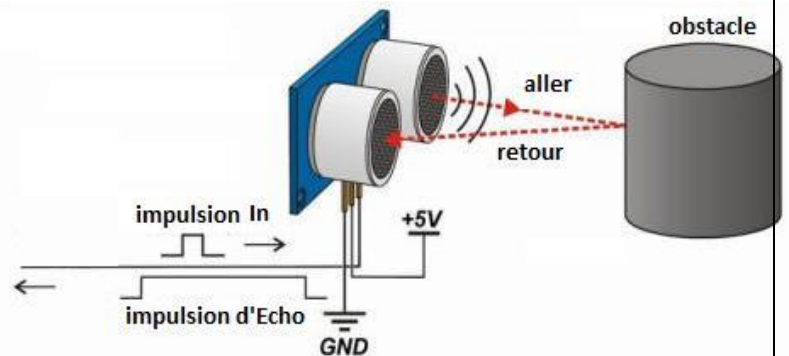
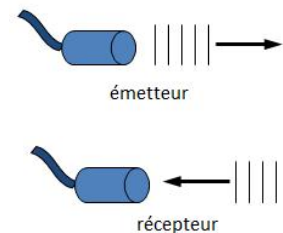

Figure 3
Figure 5 : Effet piézoélectrique
Le HC-RS04 est un télémètre ultrasonique (figure 5) qui mesure la distance, il compte le temps que met une onde pour faire un aller - retour (Figure3). Un chronomètre est déclenché lors du départ de l'onde et est arrêté lorsque l'on détecte le retour de l'onde (une fois que celle-ci a "rebondi" sur un obstacle). Puisque l'on connaît la vitesse de propagation (V) de l'onde dans l'air, on peut déterminer la distance (d) Nous séparant de l'objet